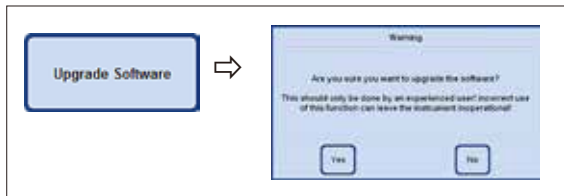

Рис. 77
- Подсоедините USB-носитель и нажмите кнопку **UPGRADE SOFTWARE** (рис. 77).